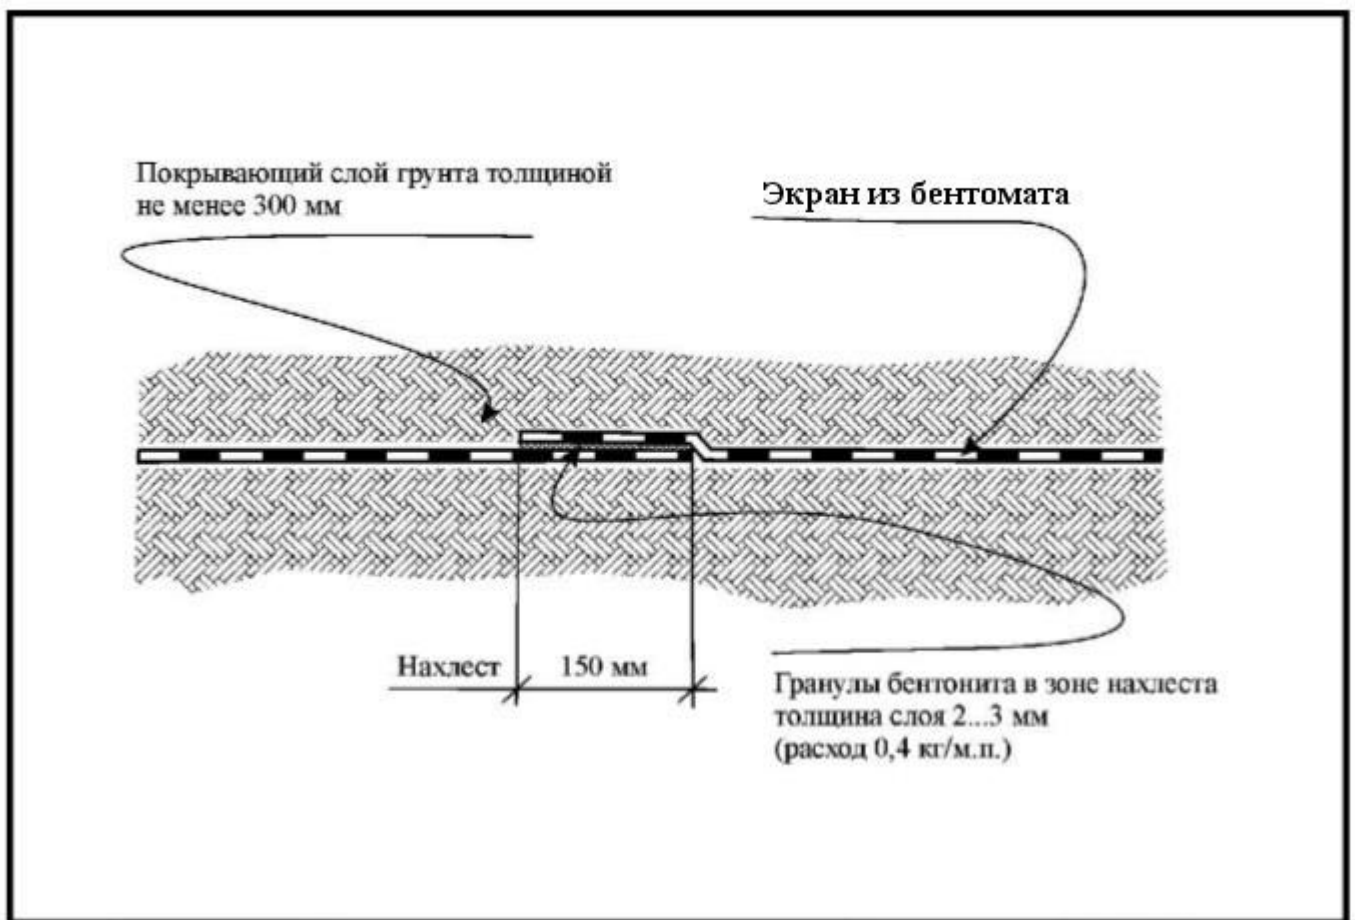

Рис. 3. Герметизация зоны нахлеста.
- 6.7. Для герметизации и обеспечения дополнительной надежности места нахлестов просыпают непрерывным слоем гранул бентонита (Рис. 3). Край верхнего мата отгибают и по нижнему мату просыпают зону нахлеста бентонитовыми гранулами. Расход гранул бентонита составляет 0,4 кг/м.п.